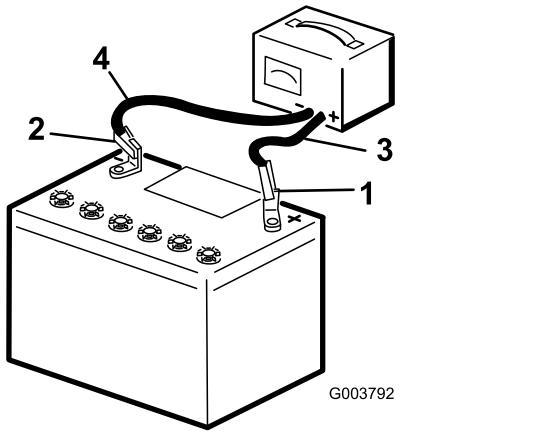

Figura 66
seguida desligue os cabos do carregador dos polos da bateria (Figura 66).
3. Ligue o cabo positivo do carregador da bateria ao polo positivo da bateria (Figura 66).
4. Ligue o cabo negativo do carregador da bateria ao polo negativo da bateria (Figura 66).